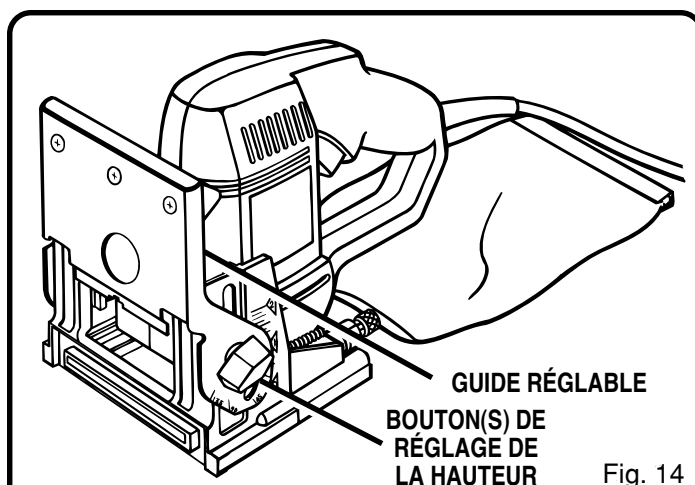

Fig. 14
7. Desserrez les boutons de réglage de la hauteur et réglez l'angle du guide à 0° et sa hauteur à la hauteur désirée sur la graduation puis resserrez soigneusement les boutons de réglage de la hauteur. Voir figure 14. Sélectionnez ensuite la profondeur de coupe appropriée à la taille de lamelle que vous pensez utiliser, fixez la pièce correctement et usinez chaque cavité à l'intersection marquée des lignes axiales.